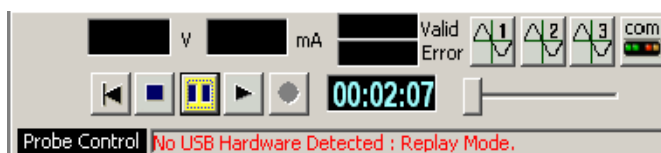

Fig. 1.5a Mode Lecture de fichier
**En mode relecture** de fichier (fig. 1.5a). Les boutons du lecteur  s'utilisent comme ceux de votre magnétophone, le compteur de durée de lecture **00:01:53** est affiché dès que le bouton lecture  est enfoncé et disparaît dès que le bouton pause  est enfoncé. Pendant la lecture, la vitesse de défilement peut être ajustée à l'aide du curseur de vitesse.  Un clic sur le bouton stop  termine la lecture du fichier en cours. En mode pause, le bouton  redémarre la lecture au début du fichier.